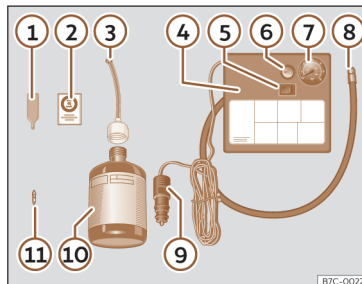

Fig. 204 Representação standard: conteúdo do kit antifuros.
O kit antifuros está localizado na bagageira, por baixo do revestimento do piso. Inclui os seguintes componentes >>> **Fig. 204:**
- Desenrosque a proteção e o obus da válvula do pneu. Utilize o aparelho >>> **Fig. 204** 1 para retirar o obus. Coloque-o numa superfície limpa.
- Agite com força a garrafa de vedante de pneus >>> **Fig. 204** 10.
- Enrosque o tubo de enchimento >>> **Fig. 204 ③** na garrafa de vedante. O selo da garrafa partir-se-á automaticamente.
- Remova o tampão do tubo de enchimento >>> **Fig. 204 ③** e enrosque a extremidade aberta do tubo na válvula do pneu.
- Volte a colocar o obus com o aparelho >>> **Fig. 204 ①** na válvula do pneu.
- Enrosque o tubo de enchimento do pneu do compressor >>> **Fig. 204 ⑧** na válvula do pneu.
- Verifique se o parafuso de evacuação de ar está fechado >>> **Fig. 204 ⑥**.
- Ligue o conector >>> **Fig. 204 ⑨** a uma tomada de corrente de 12 volts do veículo >>> **Página 226**.
- Ligue o compressor de ar com o interruptor ON/OFF >>> **Fig. 204 ⑤**.
- Cole o autocolante >>> **Fig. 204 ②** no painel de instrumentos, dentro do campo visual do condutor.
Volte a enroscar o tubo de enchimento >>> **Fig. 204 ⑤** e verifique a pressão no manómetro **⑥**.